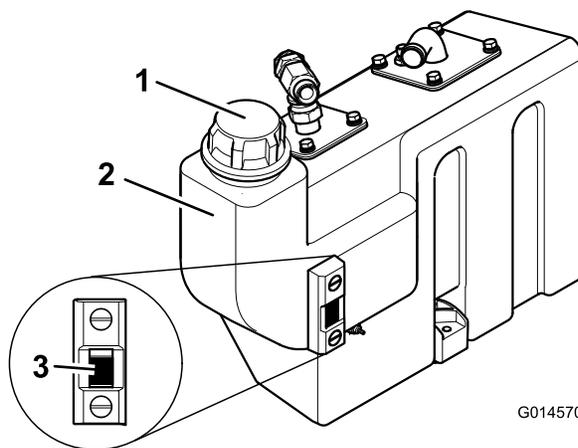

図 24
3. 補給が必要な場合は、まず、油圧オイルタンクのキャップの周囲のよごれを十分に取り除く 図 24。